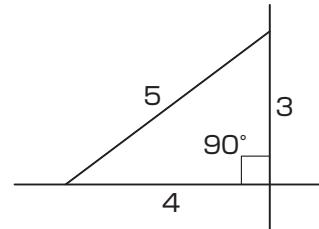

図1-2 直角出し寸法
①「5 基本寸法」を参照して本体の取付位置およびフロアの高さを決めてください。
②前面・両側面に丁張を組んでください。
③軸体に柱寸法の印をつけ、図1-2の方法で直角をだし、束柱の位置を出してください。
④束柱の位置から、両側の柱位置を決めてください。
- 各コーナーの直角を定規、図1-2の方法等で割り出してください。